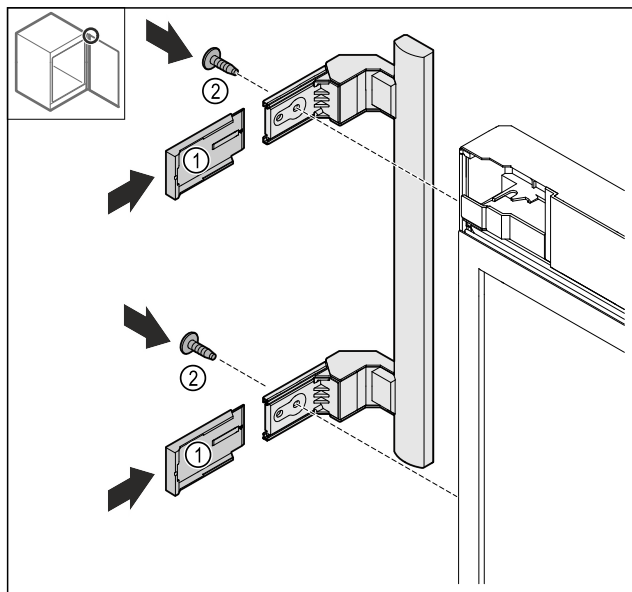

Fig. 20
- ▶ Надвиньте крышки Fig. 20 (1).